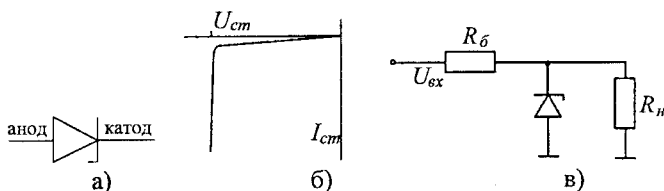

Рисунок 5.1 – Умовне позначення стабілітрона (а), графік зміни струму при пробіі (б) та схема включення стабілітрона (в)
Параметричний стабілізатор – простий пристрій для стабілізації напруги, який базується на властивостях зенерівського, або опорного діода, який також називають стабілітроном (рис. 5.1, а).
При збільшенні зворотної напруги струм різко зростає (внаслідок збільшення енергії рухомих заряджених частинок), настає *електричний пробій*, напруга стабілізується (рис. 5.1, б).
Робота стабілітрона обмежена рамками мінімального і максимального струмів. Стабілітрон підключається паралельно до навантаження (R_n). Призначення баластного опору ($R_б$) – обмеження струму (рис. 5.1, в). Баластний опір та розсіювана потужність стабілітрона розраховуються за формулами (5.1) та (5.2).
12. Напруга живлення схеми (див. рис. 5.1, в) E змінюється в діапазоні від 25 В до 40 В, опір навантаження R_n змінюється в діапазоні від 0,5 кОм до 1 кОм. Зміни E і R_n відбуваються незалежно один від одного. Знайти опір баластного резистора R_6 , при якому струм стабілітрона мінімальний: визначити діапазон зміни напруги на навантаженні і діапазон зміни струму стабілітрона.
13. У схемі на рис. 5.1, в $E = 40$ В і $R_6 = 0,2$ кОм в результаті зменшення опору навантаження R_n струм навантаження змінився в 2 рази, а напруга